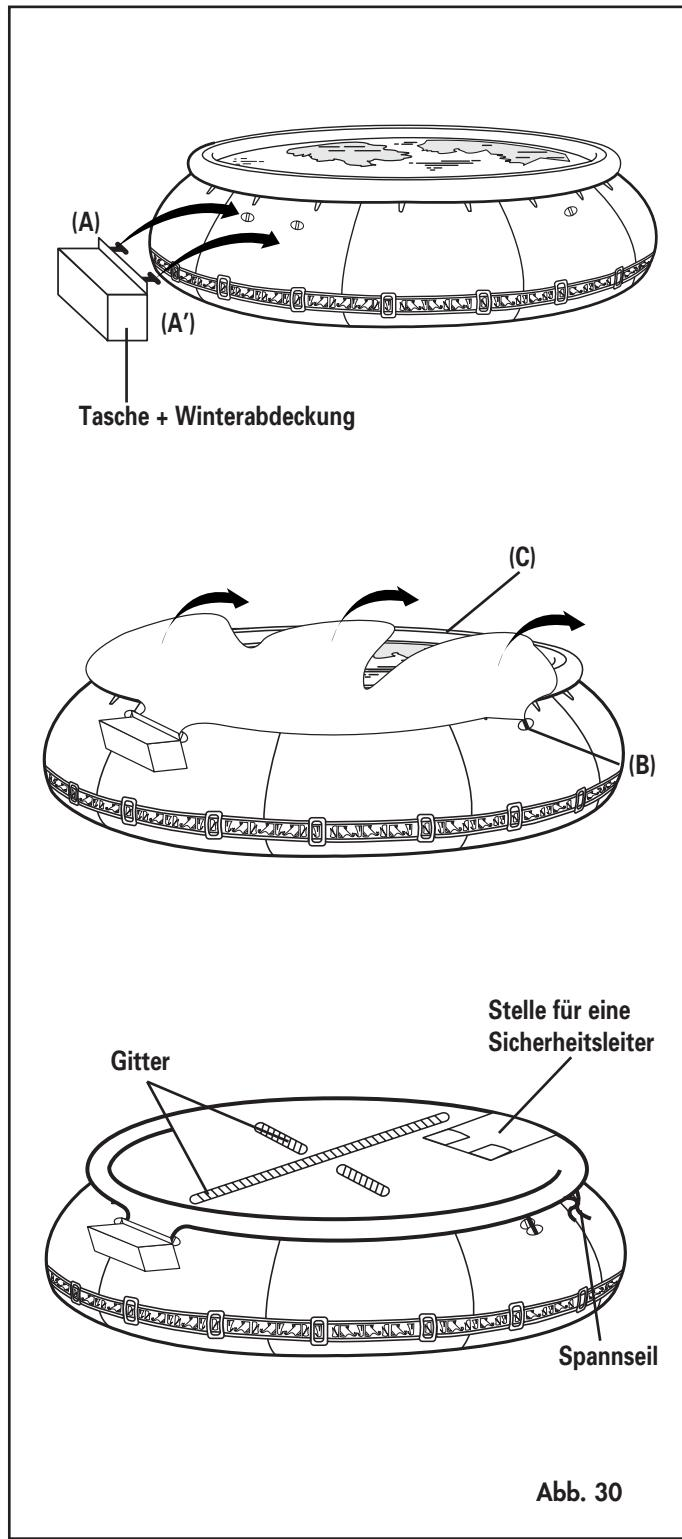

Abb. 30
- a Die Tasche, die die Abdeckung enthält, mit Hilfe der Befestigungen (A) und (A') an dem Becken anbringen, Abb. 30.
- b Die Abdeckung aus der Tasche nehmen und mit Hilfe der Befestigungen (B) und (C) an dem Becken befestigen, Abb. 30.
- c Die Abdeckung entfalten damit sie den ganzen Ring bedeckt, Abb. 30.
- d Mit dem Spannseil die Abdeckung gut unter dem Ring spannen, Abb. 30.